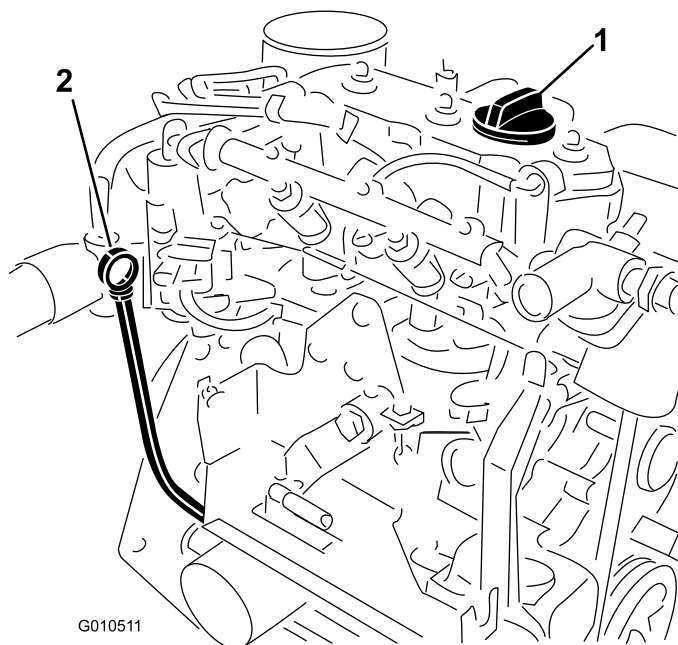

Figure 15
2. Retirez la jauge (Figure 15) et essuyez-la sur un chiffon propre. Remettez la jauge dans le tube en vérifiant qu'elle est enfoncée au maximum. Sortez de nouveau la jauge et vérifiez le niveau d'huile.
3. Si le niveau est trop bas, retirez le bouchon de remplissage (Figure 15) et ajoutez la quantité d'huile nécessaire pour amener le niveau au repère maximum de la jauge.